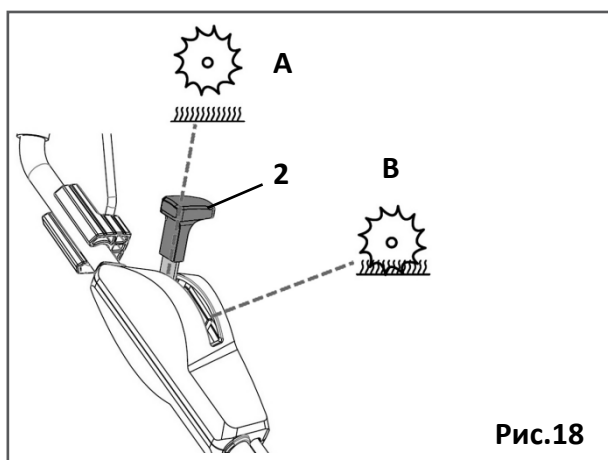

Рис.18
- Переведите рычаг переключения (2) в нижнее (рабочее) положение «В» (Рис. 18) и, толкая скарификатор перед собой, начните обработку газона.
- Перед разворотом скарификатора в обратном направлении или поворотом всегда переводите рычаг переключения положений рабочего валика (2) в верхнее (транспортное) положение «А» (Рис. 18). Далее разверните или поверните устройство в требуемом направлении, переведите рычаг переключения